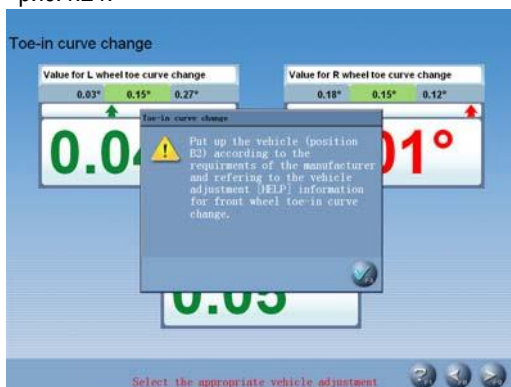

Рис.4.24
- Поднять автомобиль (в положение В2) в соответствии с указаниями производителя. На экране отображается окно, как показано на рис.4.24: